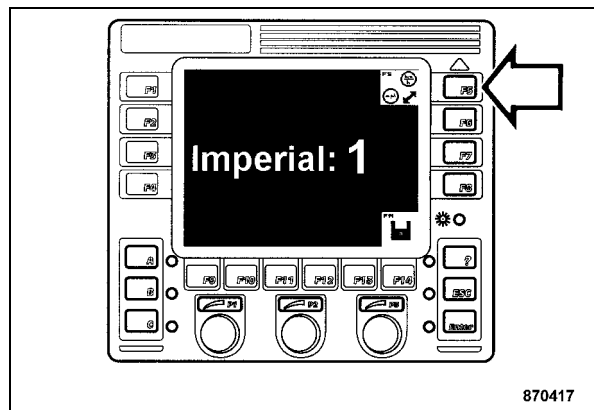

Fig. 108
- Pulsar la tecla "F5" (Fig. 108) y seleccionar el sistema de unidades.